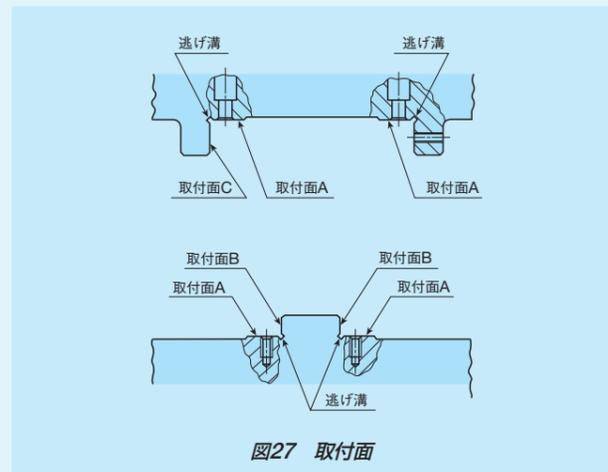

図27 取付面
③ ベッド側軌道台の取付け
- 軌道台をB面（図27参照）に強く密着させながら規定のトルクで均一に本締めします。